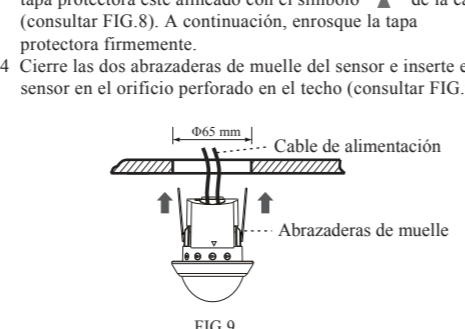

FIG.9
3.4.4 Cierre las dos abrazaderas de muelle del sensor e inserte el sensor en el orificio perforado en el techo (consultar FIG.9).